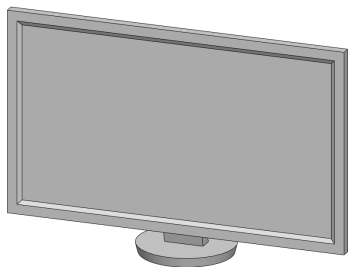

图 16-62 创建拉伸凸台特征
(3) 退出草图绘制环境，弹出【凸台-拉伸】属性管理器，设置【深度】为 2、【拔模角度】为 15，单击【确定】按钮，即可创建拉伸凸台特征，如图 16-62 所示。